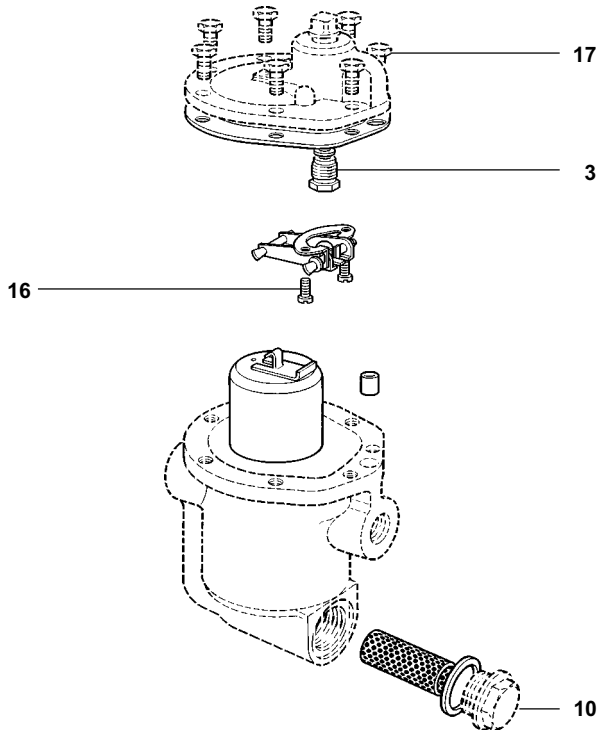

Fig. 3
6.2 Cómo montar el conjunto válvula y asiento (ver Fig. 3):